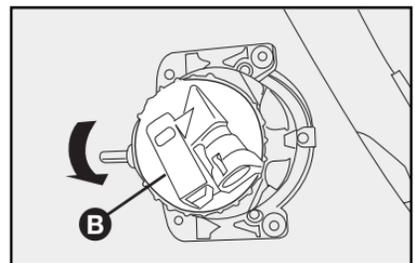

fig. 35
4) Gire la tapa **B-fig. 35** en el sentido antihorario;